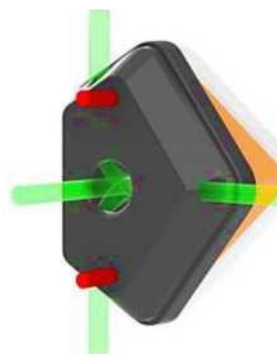

РИС. 8
- (2) Закрепите основание винтами.
- (3) В базе индикаторов имеется четыре варианта трассировки проводов. (рис. 8)